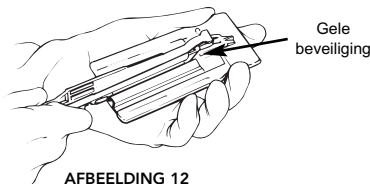

AFBEELDING 11
- 6b. Pas een continue dunne geldruppel op elke strip toe (zie afbeelding 11).